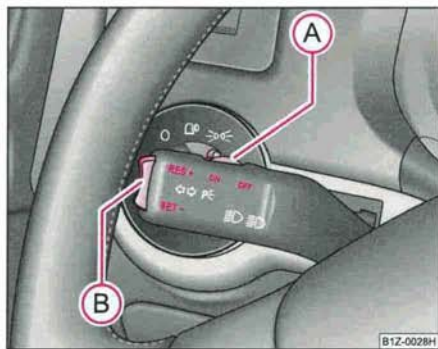

Fig. 134 Manette de commande: Touche et bouton-poussoir du régulateur de vitesse
- Poussez le contacteur **A** ⇒ fig. 134 pour le mettre sur **ON**.
- Vous pouvez **augmenter** la vitesse mémorisée sans actionner la pédale d'accélérateur en poussant la touche **B** ⇒ fig. 134 sur la position **RES**.
La **reprise** de la vitesse mémorisée a lieu en relâchant la pédale de frein ou la pédale d'embrayage, sur les véhicules avec boîte de vitesses automatique, uniquement en relâchant la pédale de frein et en appuyant brièvement sur la touche **(B)** → page 148, fig. 134 dans la position **RES** (REPRISE).
- Poussez le contacteur **(A)** → page 148, fig. 134 vers la droite sur la position **OFF**. ■